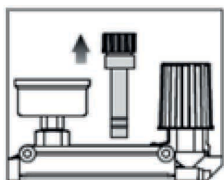

Рис. 14
2. Открутите и извлеките масляный щуп (рис. 14)